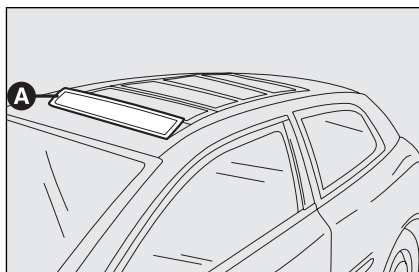

fig. 78
- ☐ Primeiro impulso do selector: movimento da primeira chapa de vidro até alcançar a posição **A-fig. 78**; a cortina de correr se coloca a fio da segunda chapa de vidro.